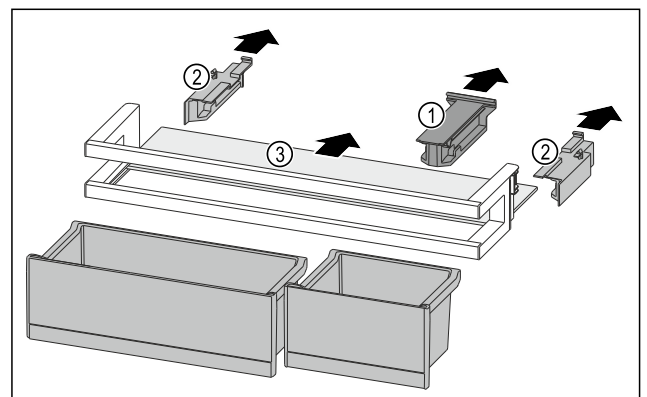

Fig. 236
- Estrarre l'elemento di tenuta Fig. 236 (1).
- Togliere gli elementi laterali Fig. 236 (2).
- Rimuovere il ripiano Fig. 236 (3).